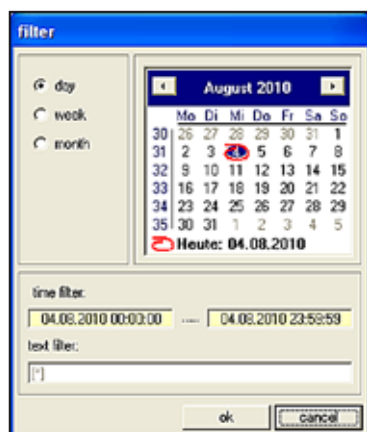

图 50
- 1 **Filter (过滤器)** 单击此按钮可以打开 **Filter (过滤器)** 对话框 (→ 图 50)。您可在该处定义时间过滤器, 将事件表限定为只显示一天、一个星期或一个月中的事件。